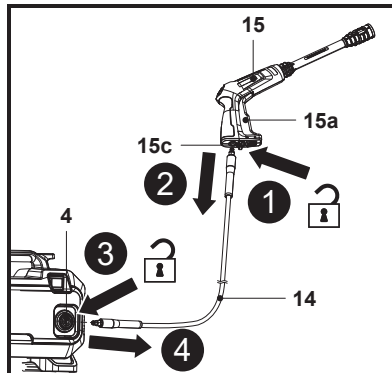

Fig. 5
**AVERTISSEMENT ! NE JAMAIS ENTORTILLER NI PLIER LE TUYAU HAUTE PRESSION (14), SOUS PEINE DE L'ENDOMMAGER.**
4. Pour déconnecter le tuyau haute pression (14) du pistolet de pulvérisation (15), enfoncer le levier de déblocage rapide (15c) en direction du tuyau haute pression (14) et le maintenir, puis détacher le tuyau haute pression (14) (Fig. 5, étapes 1 et 2).
5. Pour débrancher le tuyau haute pression (14) de la machine, enfoncer la bague extérieure du raccord de tuyau (4) vers l'intérieur et la maintenir enfoncée, puis détacher le tuyau haute pression (14) (Fig. 5, étapes 3 et 4).